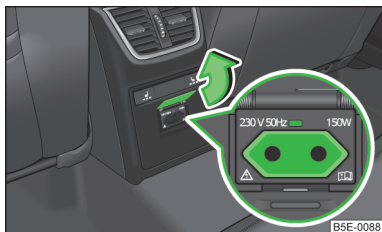

Fig. 64
- Abrir la cubierta del enchufe en la dirección de la flecha » fig. 64.